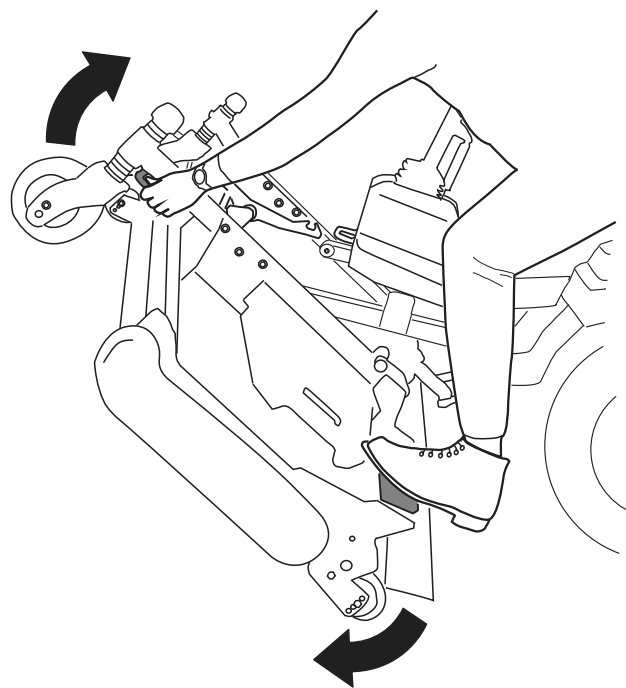
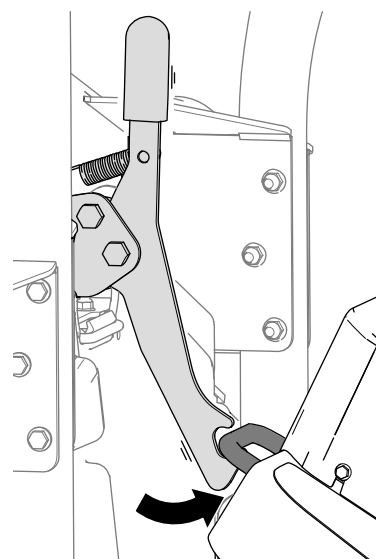
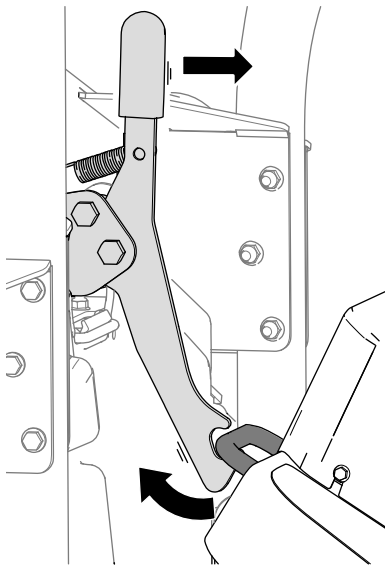

Bild 37
Bild 38
Bild 39
5. Drehen Sie das Mähwerk (**Bild 37**) so, dass die Verriegelung in die Befestigungshalterung (**Bild 38**) einrastet.
1. Lösen Sie die Verriegelung des Mähwerks von der Befestigungshalterung (**Bild 39**), indem Sie das Mähwerk leicht nach vorne drehen (siehe **Bild 37**) und den Verriegelungsgriff nach vorne ziehen.